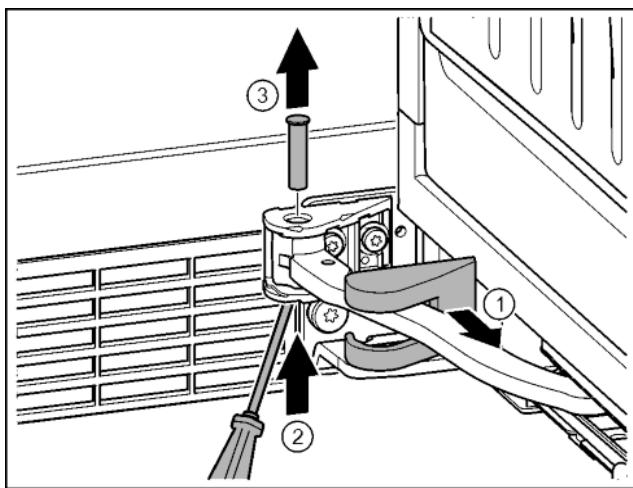

Fig. 19
- ▶ Изтеглете капака на лагерната стойка и го преместете по продължение на шарнира. Fig. 19 (1)
- ▶ С пръст или отвертка повдигнете болта отдолу. Fig. 19 (2)
- ▶ Вкарайте отвертка под главата на болта и го извадете. Fig. 19 (3)